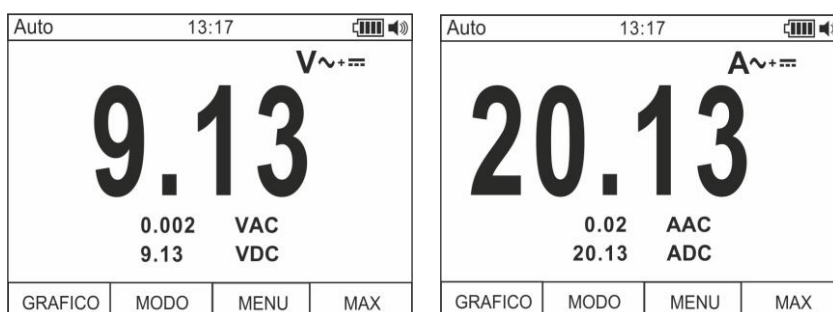

Fig. 3: Descrizione misura tensione e corrente AC+DC
2. Premere il tasto **F2** selezionando le modalità " $V \sim + \sim$ " o " $A \sim + \sim$ " (vedere Fig. 3)